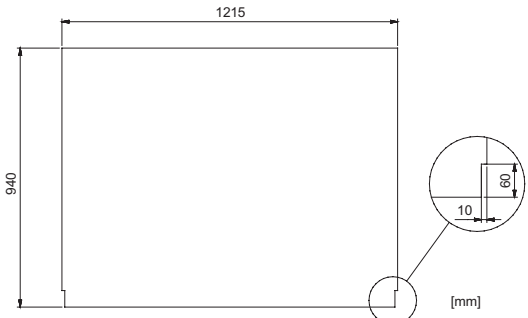
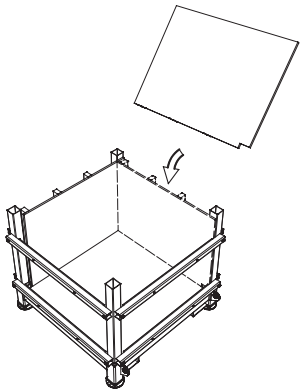

Figura 23. Dimensión de la tabla lateral de grava. Tenga en cuenta que el tablero tiene agujeros en ambas esquinas inferiores.
Figura 24. Colocación de las unidades de la placa lateral.
- 5.2. Corte cuatro piezas de madera contrachapada de encofrado de 18 mm, cumpliendo con la norma EN 636-3, en el formato que se muestra en la Figura 23. Coloque las tablas una tras otra en la base, con los agujeros hacia abajo, apoyadas contra los soportes de encofrado, consulte la Figura 24. Las tablas se colocarán en el propio marco inferior y no en la placa inferior. Fije las placas a los soportes de encofrado con tornillos de madera. Cuando todas las placas estén en su lugar y creen una caja, vaya al paso 6 para conocer el montaje del marco superior.